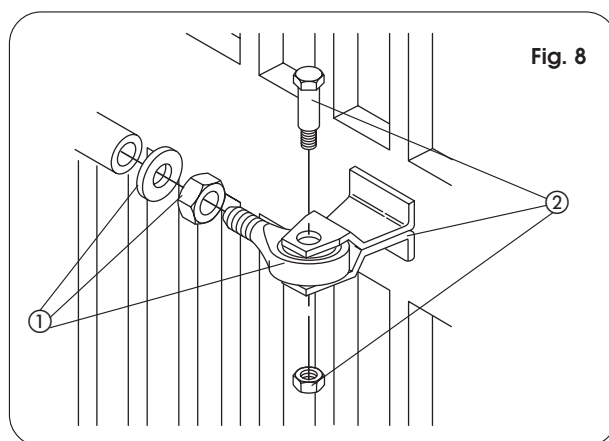

Fig. 8
- 3) Schroef de voorste bevestiging halverwege op de steel (ref. ① Fig. 8) en span hem met de meegeleverde moer.
- 7) Monteer de voorste bevestiging op de steel (ref. ②, Fig. 8).